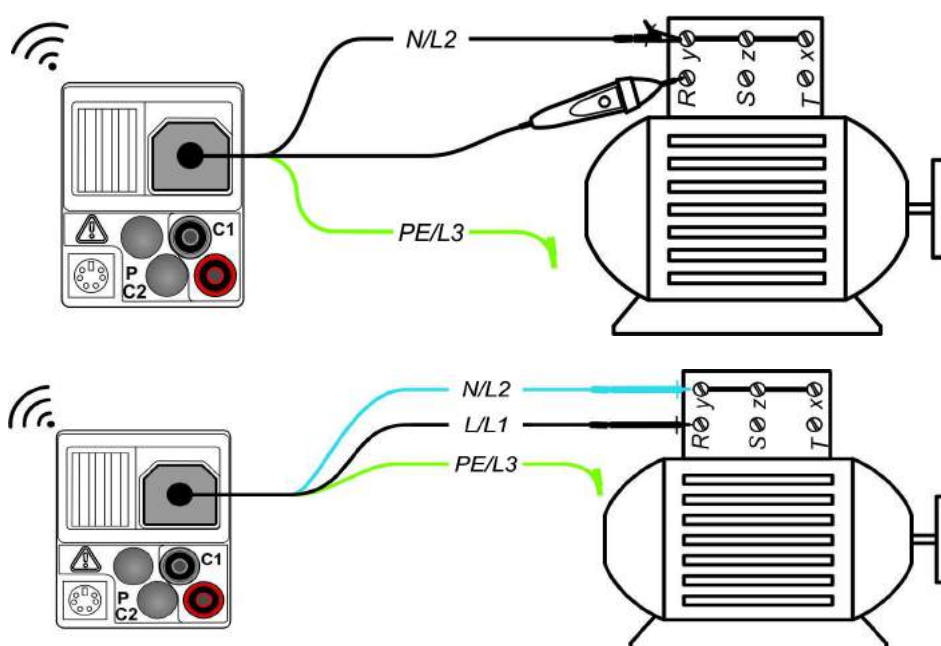

Abbildung 5.11: Anwendung der Commander-Prüfspitze und 3-Leiter-Prüfleitung
- ☐ Kontaktieren Sie die Prüfleitungen an das Prüfobjekt (siehe Abbildung 5.11).